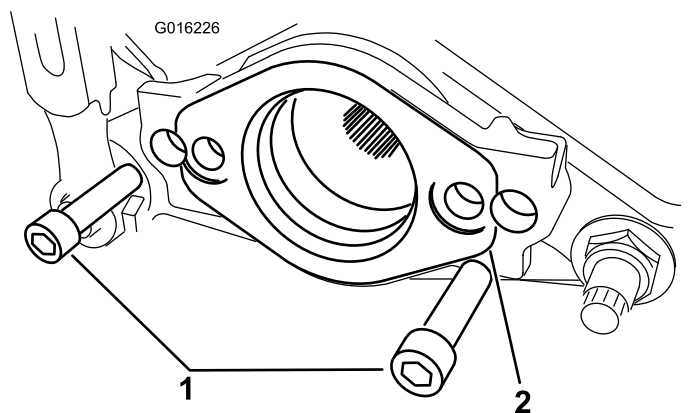

Figura 5
9. Se state installando il kit su una macchina TriFlex, rimuovete i 2 bulloni che fissano il supporto del motore all'apparato di taglio. Rimuovete il supporto motore (Figura 5).